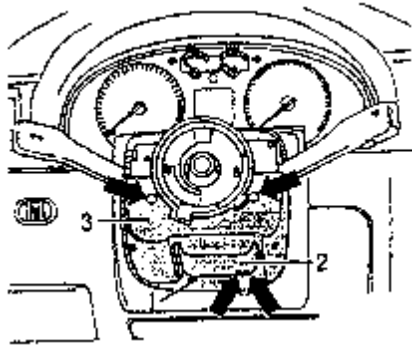

图 11-79 拆卸转向柱开关下部面板
- ③如图 11-79 所示，把四颗十字槽头螺钉拧开，然后把内六角螺栓 1 拧开。松开方向盘的高度调整块 2，拆除转向柱开关的下部面板 3。